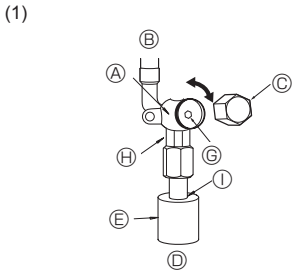
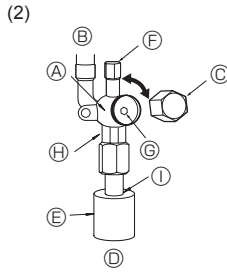

Fig. 4-5
Fig. 4-6
(1) P100-P140 modellerinin gaz tarafı (Fig. 4-5)
- ① Başlığı çıkarın ve 5 mm'lik bir altıgen somun anahtarıyla vana çubuğunu gidebileceği yere kadar saat yönünün tersine döndürün. Tampona dayanınca döndürmeye son verin. (ø15,88: Yaklaşık 13 devir)
- ② Stop valfinin tamamen açık olduğundan emin olun ve başlığı çevirerek tekrar ilk konumuna getirin.
- (2) P100-P140 modellerinin sıvı tarafı (Fig. 4-6)
- ① Başlığı çıkarın ve 4 mm'lik bir altıgen somun anahtarıyla vana çubuğunu gidebileceği yere kadar saat yönünün tersine döndürün. Tampona dayanınca döndürmeye son verin. (ø9,52: Yaklaşık 10 devir)